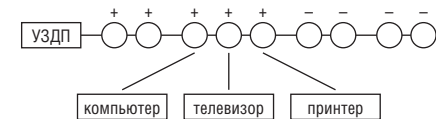

Рис. 7. Недостаток зоны обслуживания (пример).
8.4.4. Если срабатывание не происходит, значит, подключенная розетка не входит в зону функционирования. При недостаточном охвате защищаемой цепи зоной обслуживания могут быть приняты дополнительные меры к ее расширению. В типичном случае недостаточно сильный сигнал от искрения (и, соответственно, от СРЕДСТВА КОНТРОЛЯ) может исходить из розеток, следующих по цепи за розетками, к которым подключены потребители с импульсными источниками питания (компьютеры, телевизоры, цифровые приемники, импульсные трансформаторы для питания галогенных ламп и т.п.), ослабляющие сигнал (см. Рис.7).